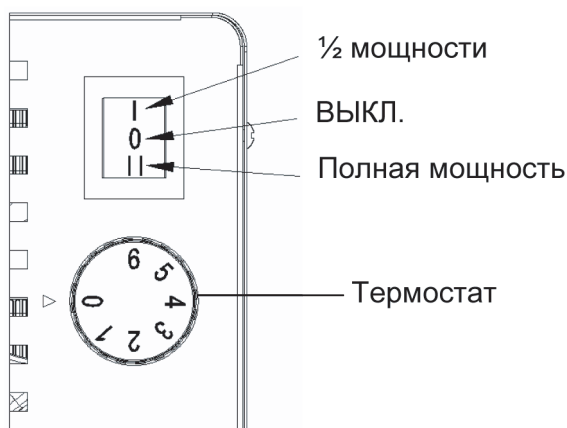

Рис.2
- Установите переключатель режима работы (рис. 2) в положение «I» или «II» в зависимости от необходимой мощности. При этом включится вентилятор и будет подаваться теплый воздух.
Установите ручку термостата в положение «0» (рис. 2).